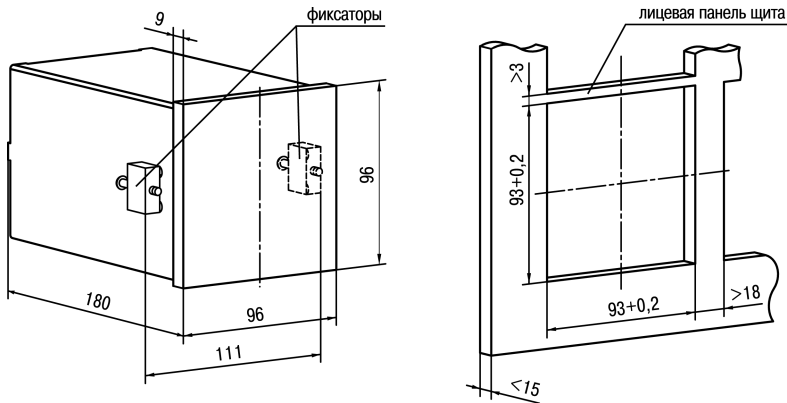

Рисунок 4.2 – Габаритные размеры корпуса
1. Подготовить на щите управления место для установки прибора (см. рисунок 4.2).